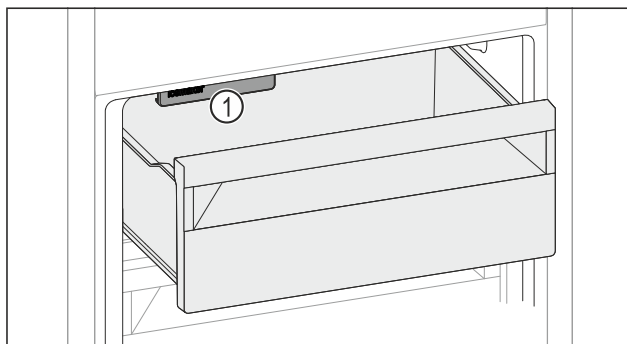

Fig. 142
- Слідкувати за функцією IceMaker Fig. 142 (1).